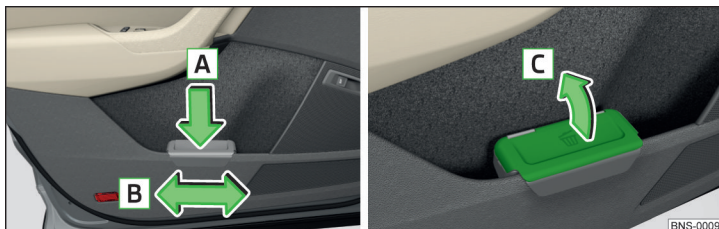

Fig. 115 Recipientul pentru reziduuri: introducerea sau deplasarea/deschiderea
- Apăsăți recipientul pentru reziduuri în partea din spate în sensul săgeții **A** » fig. 115.
- Scoateți recipientul pentru reziduuri în sens contrar săgeții **A** » fig. 115.
- Ridicați capacul în sensul săgeții **C** » fig. 115.